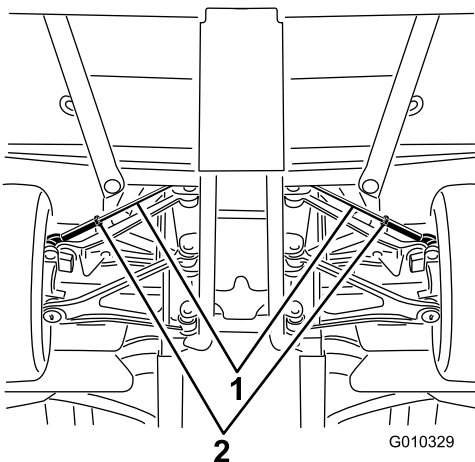

Figura 50
- A. Allentate il controdado al centro del tirante (Figura 50).